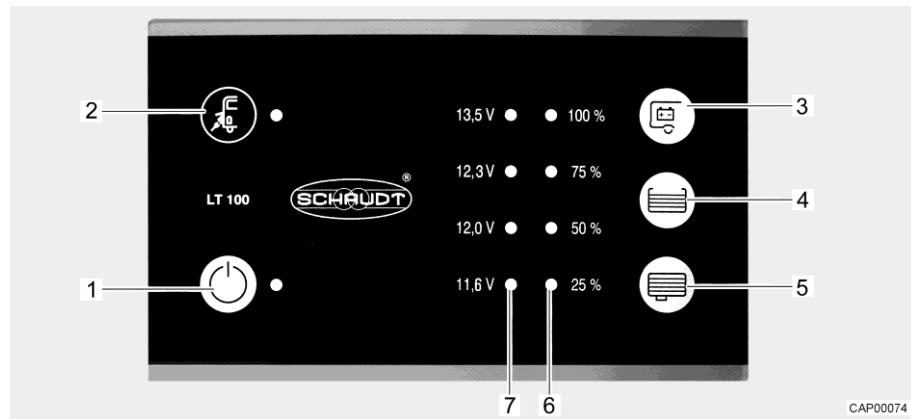

Fig. 63 Panel (LT 100)
El LED amarillo en el símbolo de conexión a la red "☑" (Fig. 63,2) estará iluminado mientras que el vehículo esté conectado a una alimentación de red externa. Entonces, el LED también estará iluminado al estar el panel desconectado.
El interruptor principal de 12 V (Fig. 63,1) conecta y desconecta el panel y la alimentación de 12 V del habitáculo.
- Pulsar el interruptor "⏻" (Fig. 63,1): La alimentación de 12 V del habitáculo está conectada. El LED está iluminado de color verde.
- Volver a pulsar el interruptor "⏻" (Fig. 63,1): La alimentación de 12 V del habitáculo está desconectada. El LED se apaga.
La serie de LED (Fig. 63,7) indicará la tensión de batería de la batería del habitáculo del modo siguiente:
- Pulsar la tecla "E" (Fig. 63,3): Indica la tensión de la batería del habitáculo.
La serie de LED (Fig. 63,6) indicará el nivel de llenado del depósito de agua potable o del depósito de aguas residuales.
Indicar el nivel de llenado: Pulsar la tecla "☰" (Fig. 63,4): Los LED iluminados indicarán el nivel de llenado del depósito de agua potable.
Pulsar la tecla "☷" (Fig. 63,5): Los LED iluminados indicarán el nivel de llenado del depósito de aguas residuales.